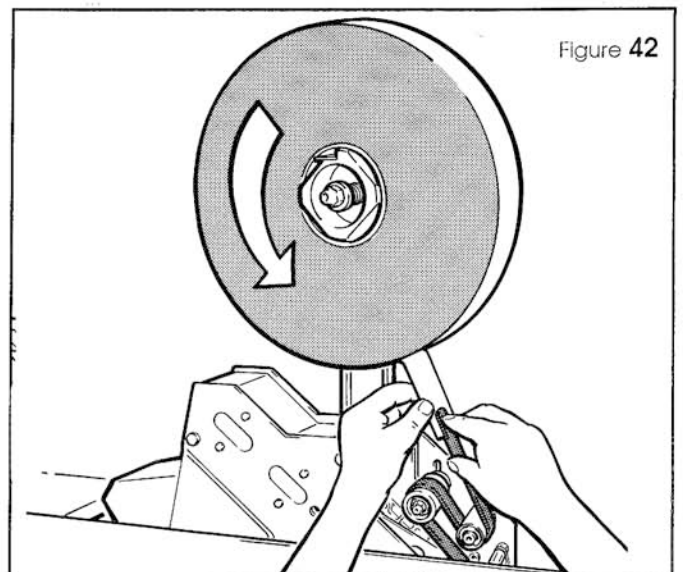

Figure 42
Maak het begin van het plakband goed vast aan het uiteinde van de doorsteeknaald, zoals in Figure 42 getoond wordt.
- Retirer la tête inférieure du tapis du convoyeur et la placer sur une table Figure 42.
- Maak nu het uiteinde van het plakband aan de onderkant van de doorsteeknaald vast (zie Figure 42).